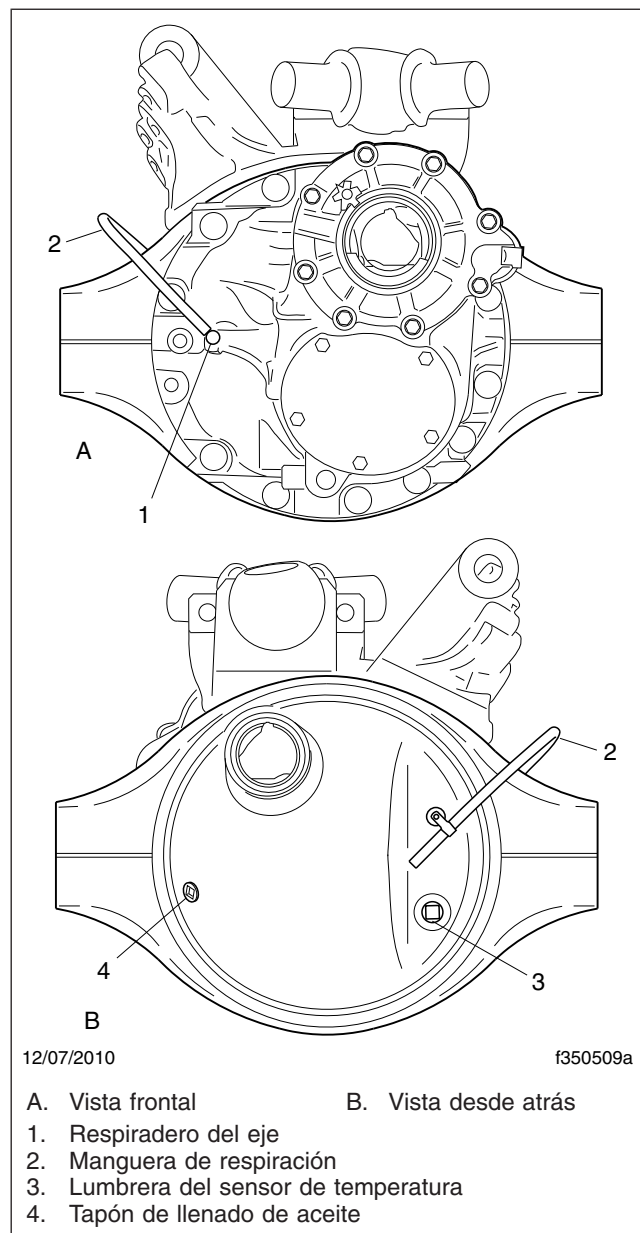

Figura 1, Eje motor en tándem Detroit Modelo 4 y Modelo 6 (se muestra el eje frontal)
2. Limpie el tapón de llenado y su área circundante. En la cubierta trasera de la funda del eje, retire el tapón del orificio de llenado de aceite. Vea la Figura 1.